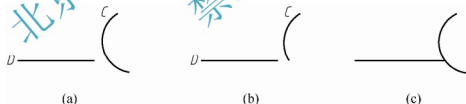

图 4-13 修剪命令(不相交)
(2) 将图 4-13(a)编辑修剪成图 4-13(b)。
选择要修剪的对象，或按住 **Shift** 键选择要延伸的对象，或[栏选(F)/窗交(C)/投影(P)/边(E)/删除(R)/放弃(U)]：拾取圆弧 C 中要剪切的部分(结果如图 4-13(b))
(1) 在执行**【修剪】**命令时，命令提示两次对象选择，第一次选择的是修剪边界，第二次选择的是要被修剪的对象。修剪边界互为边界和被修剪对象，系统会在选择的对象中自动判断边界；被修剪的对象可以与修剪对象相交，也可以不相交。选择结束应按回车键。
(2) 在执行【修剪】命令时按住【shift】键，系统会自动将【修剪】命令转换为【延伸】命令。如在选择被修剪对象时，若某条线没有与修剪边界相交，则按住【shift】键后单击该线段，可将其延伸到最近的边界，如图 4-13(c)所示。